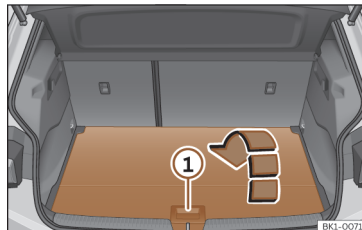

Fig. 171 Na bagageira: abrir o segundo piso da bagageira.
- Para **abri-lo**, segure a pega >>> **Fig. 171** **!** e dobre a parte traseira do piso da bagageira para a frente, no sentido da seta.